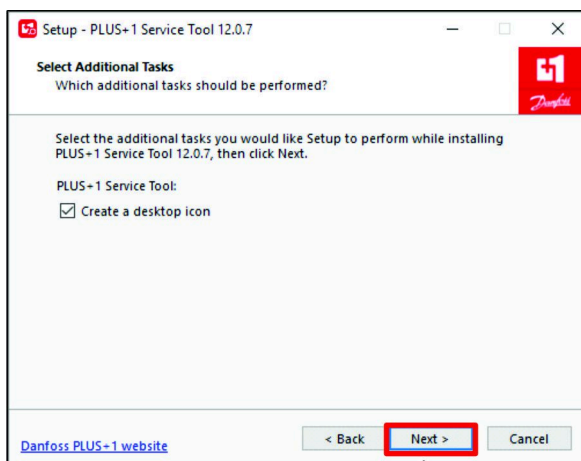

図 25
- 追加タスクの選択ダイアログ ボックスで、次へボタン (図 25) をクリックする。